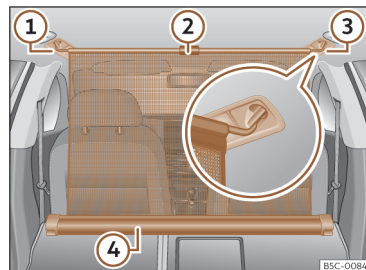

Fig. 194 Na bagageira: rede de separação fixa com os encostos do banco traseiro rebatidos.
- Puxe a aba para acima >>> Fig. 194 ② para tirar a rede da carcaça ④.
- Prender a rede de separação do lado esquerdo ou direito >>> Fig. 194 ③ (imagem ampliada).
- Prender a rede de separação no alojamento do outro lado >>> Fig. 194 ① puxando a barra.
A rede de separação está montada corretamente quando as extremidades em forma de T estão fixas com firmeza nos alojamentos correspondentes >>> Fig. 194 ③ e ①.
- Enrole a rede na carcaça >>> Fig. 194 ④ baixando-a manualmente.